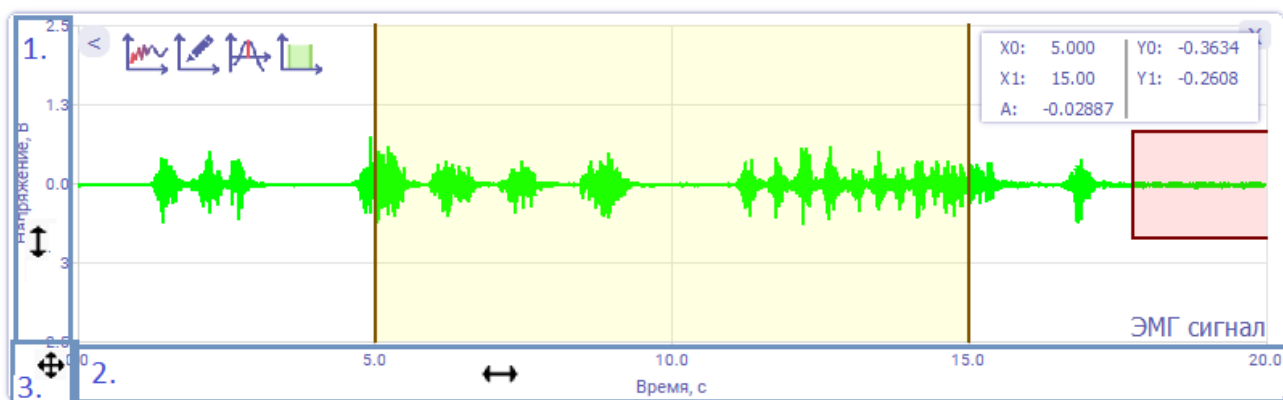

Рисунок 15 - Области управления увеличением графика: 1 – боковая область, 2 – нижняя область, 3 – угловая область
- 4) Для увеличения только вертикальной оси навести мышь на боковую область управления (Рисунок 15 - 1) и вращать колесико мыши.
5) Для увеличения только горизонтальной оси навести мышь на нижнюю область управления (Рисунок 15 - 2) и вращать колесико мыши.
Для полной отмены увеличения нужно сделать двойной щелчок мышью по угловой области управления (Рисунок 15 - 3). При двойном щелчке мышью по нижней области управления (Рисунок 15 – 2, Рисунок 16) отменится увеличение по горизонтальной оси.
При двойном щелчке мышью по боковой области управления (Рисунок 15 – 1) график будет откалиброван по вертикали от максимального до минимального значений на текущей кривой.